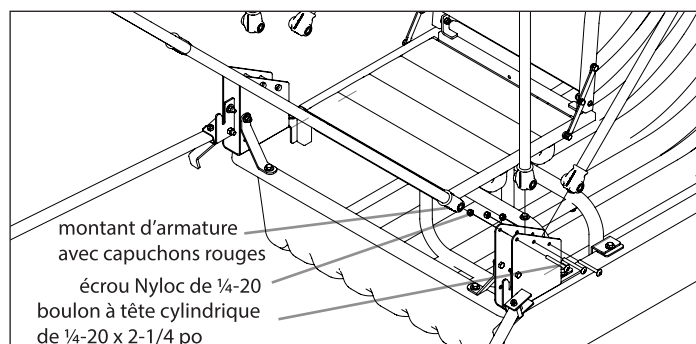

FIGURE 7
10. Attacher les trois (3) montants d'armature équipés de capuchons (15519/68060) aux articulations (11652/11653) avec six (6) vis à tête cylindrique de ¼-20 x 2-1/4 po et six (6) rondelles de ¼ po. **VOIR FIGURE 7**